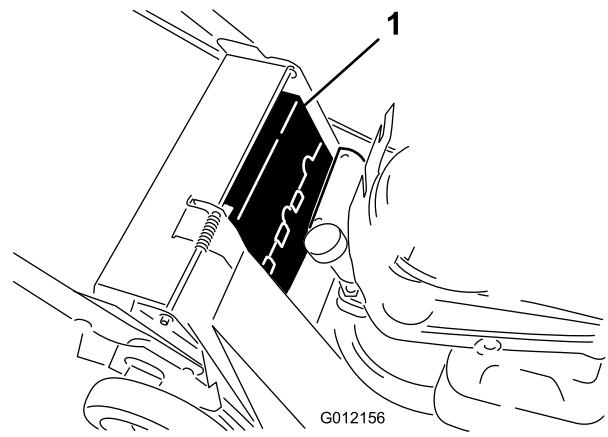

Figure 26
- Retirez le couvercle de courroie supérieur (Figure 26).